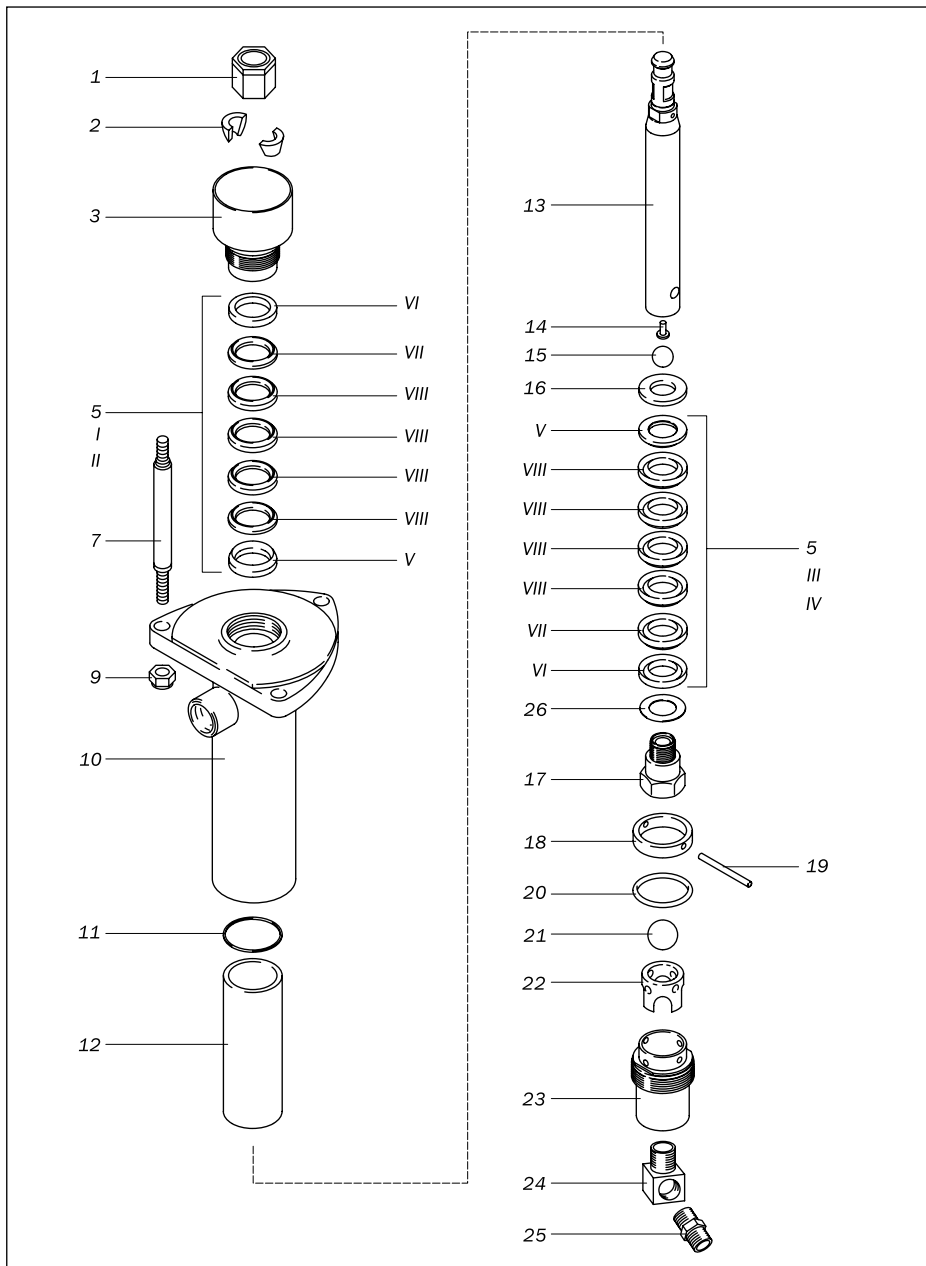

Рис. 9.2.1. Детализированный чертеж насоса окрасочного аппарата.
9.2.1. Деталировочный чертеж насоса окрасочного аппарата (рис. 9.2.1).
2. Ослабить герметизирующую втулку 3 (рис. 9.2.1).
4. Вывернуть корпус всасывающего клапана 23 (рис. 9.2.1).
2. Установите манжеты 5 (рис. 9.2.1) в корпус насоса 10 кромками вниз.
13. Затянуть герметизирующую втулку 3 (рис. 9.2.1). Момент затяжки 34—41 Н·м